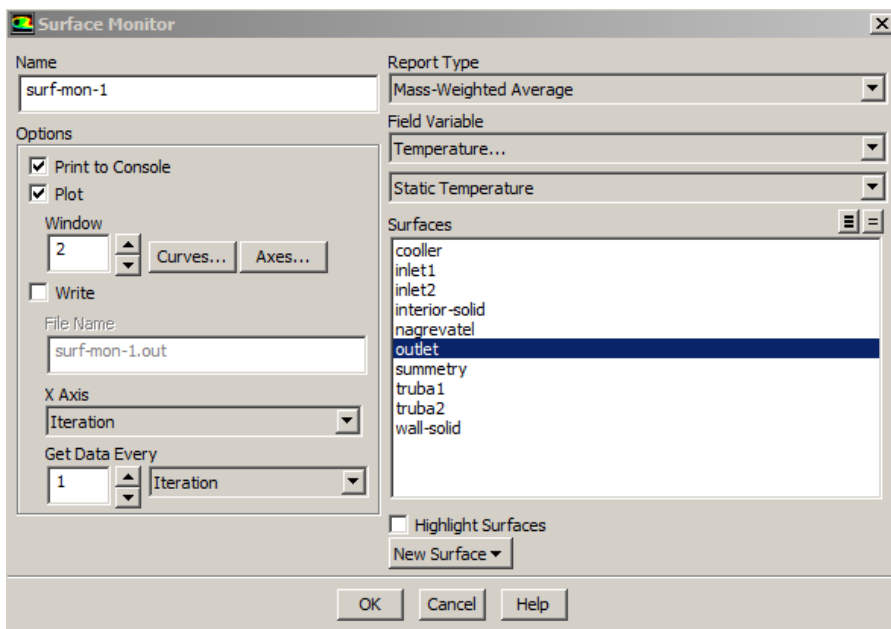

Рис. 48 – Настройка параметров для отображения в ходе решения
**Шаг 18.** Далее необходимо подобрать граничные условия, обеспечивающие значение среднемассовой температуры на выходе равной 313 К. Для этого необходимо повысить значение скорости потока на границе *inlet2* до 0,5 м/с и, не проводя инициализации продолжить расчет. Для удобства отслеживания изменения среднемассовой температуры потока на выходе необходимо добавить дополнительный монитор параметров. Для этого выбирается *Monitors* → *Surface Integrals* → *Create* , в открывшемся меню ставится галочка *Plot* , и выбираются параметры (рис. 48):